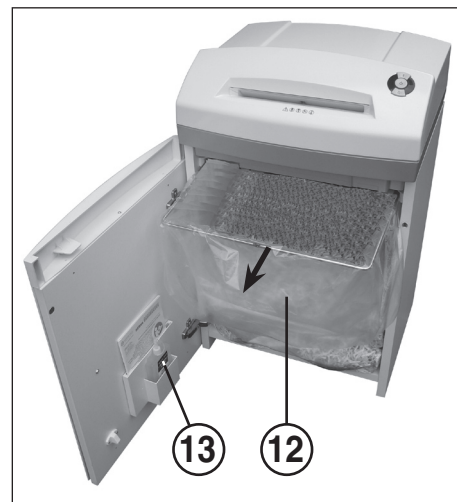

fig. 4
- 12 = Sac collecteur pour papier (fig. 4)
- 13 = Récipient d'huile (fig. 4)
VIDER LE SAC COLLECTEUR POUR PAPIER (fig. 4)
Ouvrir la porte. Le voyant de contrôle (8) s'allume et le voyant LED de la touche de marche arrière (4) ainsi que le voyant de contrôle (7) clignotent. Retirer le récipient d'huile (13) (fig. 4) de son support dans la porte et refermer la porte.